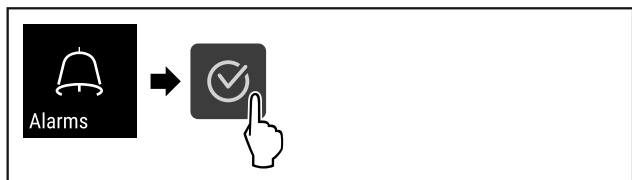

Fig. 112
- Stappen (zie Fig. 112) uitvoeren.